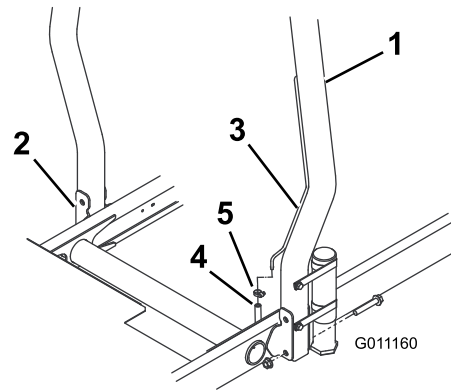

図 12
1. ROPSを機体の固定穴に差し込み、取り付け穴を整列させる。ROPSについている換気管が機体の左側にくるように配置すること 図 12。
2. ROPSのそれぞれの側をフランジヘッドキャップスクリューとロックナット各2で固定する 図 12。締め具を $81\text{N}\cdot\text{m}$ (8.3kg.m = 60ft-lb) にトルク締めする。